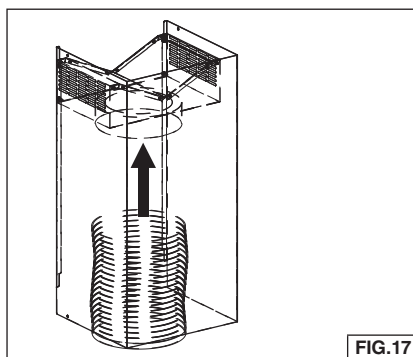

FIG.17
4. Fixez le conduit extensible de 15,2 cm (6 po) sur le caisson et scellez les joints avec du ruban en aluminium pour conduits. Fig. 17.